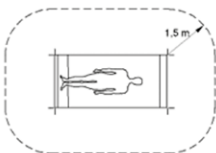

Bild 5
Wall Charger CW1 (1) är avsedd för installation och användning i medicinska områden utanför patientens närområde (minst 1,5 meter från patienten eller i enlighet med standarden IEC 60601-1, se bild 5).